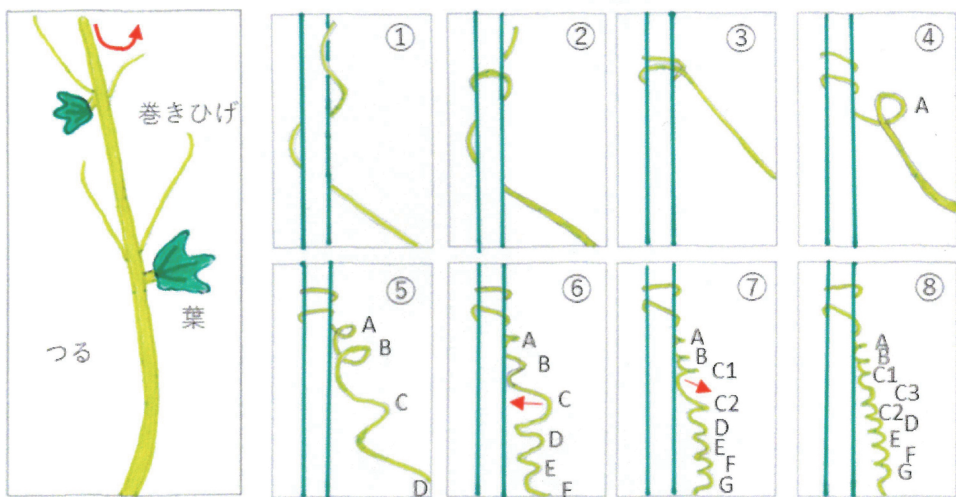

図5: 考察した(左)つるの先端の回転運動と、(右)巻きひげのらせん形成のイラスト
以上を踏まえて、図5に考察しているイメージをイラストとして描いた。
- ①つるの先端には、葉の間かくごとに、複数の巻きひげがついていて、つるの先端が回転することで、巻きひげが支柱と触れる機会が増えるようになっている。
- ②らせん構造の形成は、支柱に2回~3回巻きついた(①~③)後、よじれながら大きな輪の構造を作り(④)、徐々に小さな輪となっていく(⑤)。また、1つ目の輪を小さくしながら、2つ目以降の大きな輪を同時に作っている(⑥~⑦)。図5のCの位置は、巻く向きの異なる2つのらせん構造の間となっていて、最後に巻きひげが回転して、らせんが完成する(⑧)。この時、らせんが作られる順番は、端から順番通りとはならなかった。